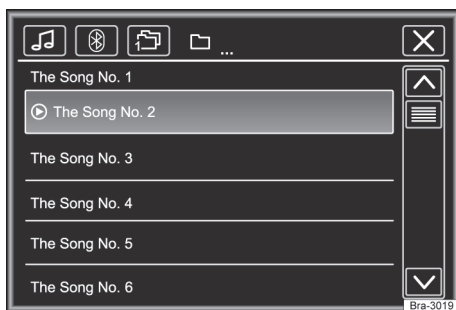
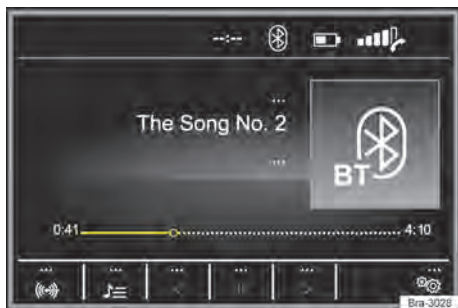

Fig. 132 Operação do rádio: lista de estações.
Fig. 131 Menu principal de mídia.
- Pressionar o botão **(MEDIA)** para abrir o menu principal **MEDIA** → Fig. 131.
As fontes de mídia que são reproduzidas atualmente são exibidas na superfície de função na parte inferior esquerda → Fig. 131.
Legenda da → Fig. 131 e → Fig. 132: